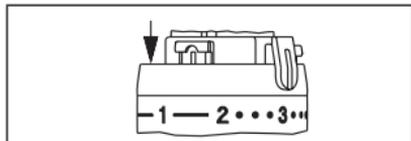

Abb. 8
- Zur unteren Begrenzung wird ein Element, wie abgebildet, in die Position eine Nut vor der Merzkahl „2“ eingesteckt (Abb. 8).